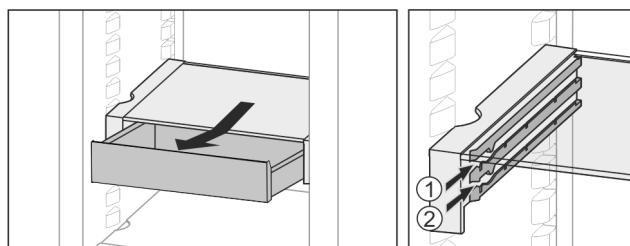

Fig. 35
- ▶ Vstavite ga na poljubni višini Fig. 35 (1) ali Fig. 35 (2).